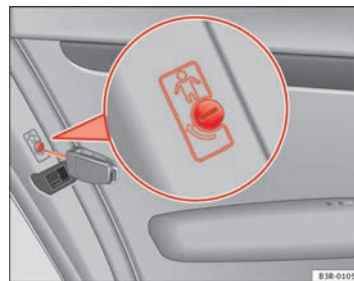

Fig. 77 Bloccoporte nelle porte posteriori ►
- Girare la chiave nella direzione della freccia ⇒ pag. 109, fig. 77.